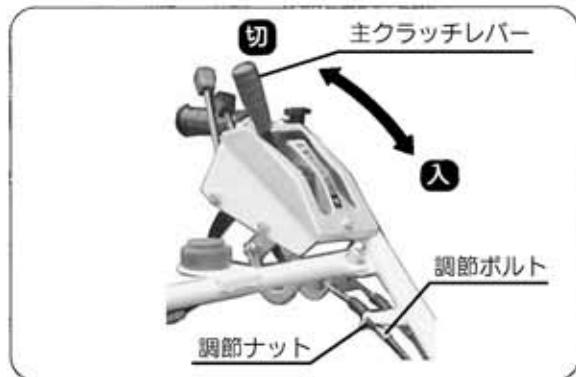

図41
- ④ ワイヤの調節は、ワイヤの調節ナットをゆるめて調節ボルトを回してアウターの長さを替えて調節をおこなってください。（図41）